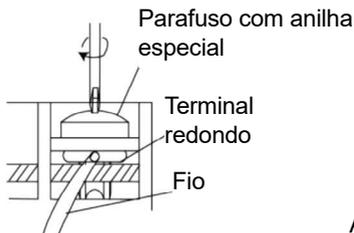

Fig 28
(3). Como fixar o cabo de comunicação e o cabo de alimentação com abraçadeira Depois de passar o cabo de ligação, aperte-o com a abraçadeira. (Fig. 28).